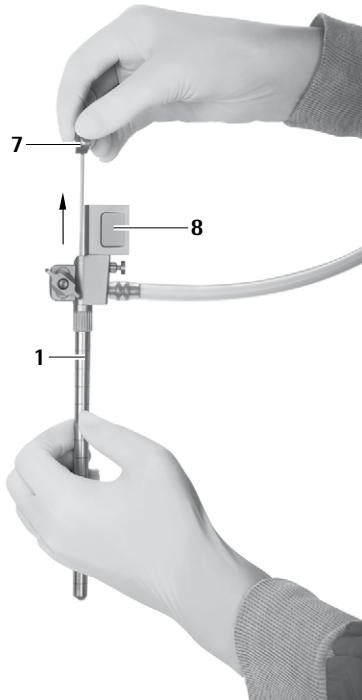

Abb. 9
- Obturator für ovalen Arbeitskanal **7** vorsichtig aus MINOP InVent-Trokar **1** herausziehen, siehe Abb. 9.